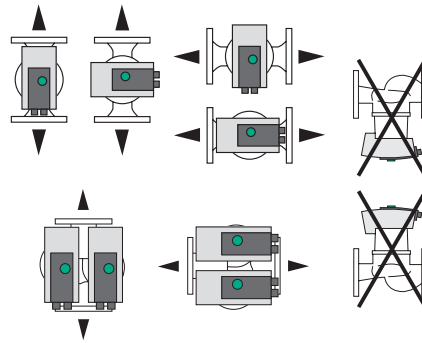

Fig. 7: Positions de montage admissibles
1. Vérifier les positions de montage autorisées → Fig. 2 /Fig. 7.